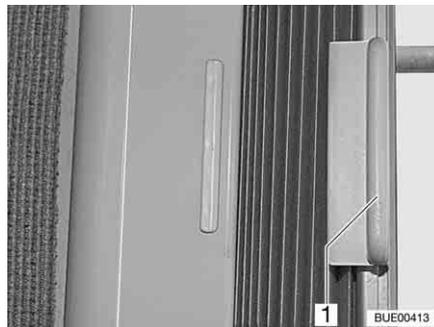

Fig. 27 Tendina oscurante pieghevole
- Tenere la tendina oscurante pieghevole per la maniglia (Fig. 27,1) e spingere verso sinistra o verso destra.